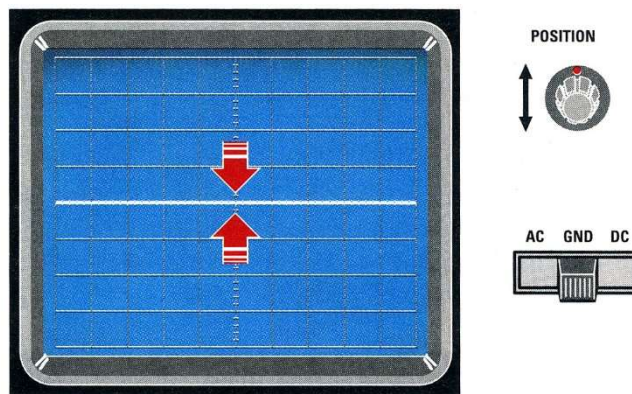

Fig 5
- **Selettore AC-GND-DC** (vedi fig.5) = questo selettore dovrà essere posizionato inizialmente su GND in modo da **cortocircuitare l'ingresso**.
- **Manopole Spostamento verticale** = questa piccola manopola dovrà essere ruotata in modo da posizionare la **traccia** orizzontale al centro dello schermo, come visibile in fig.5.
Prima di fare la misura poniamo il selettore **AC-GND-DC** in posizione GND (vedi fig.5) avremo sullo schermo una traccia orizzontale, a questo punto ci sarà possibile spostare la traccia al centro dello schermo o se lo desideriamo in un altro punto ruotato la piccola manopola dello spostamento **traccia in verticale**, successivamente prima di collegare le sonde ed effettuare la misura andremo a spostare il selettore dalla posizione GND alla posizione AC (vedi fig.7).